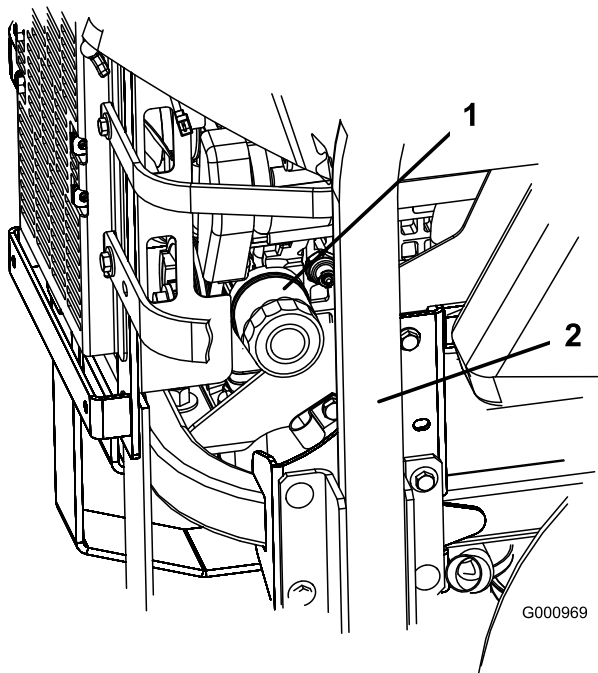
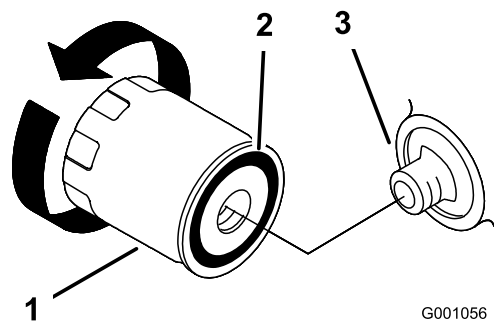

Figura 44
Figura 45
2. Girate il filtro in senso antiorario e toglietelo (Figura 44 e Figura 45).